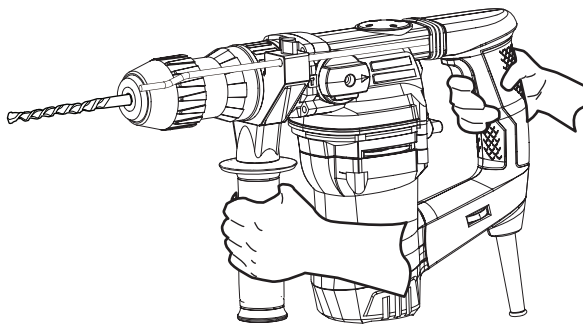

Fig. 7
- > Segure sempre o produto pelos punhos do mesmo. Mantenha os punhos secos e assegure o suporte seguro (Fig. 7).